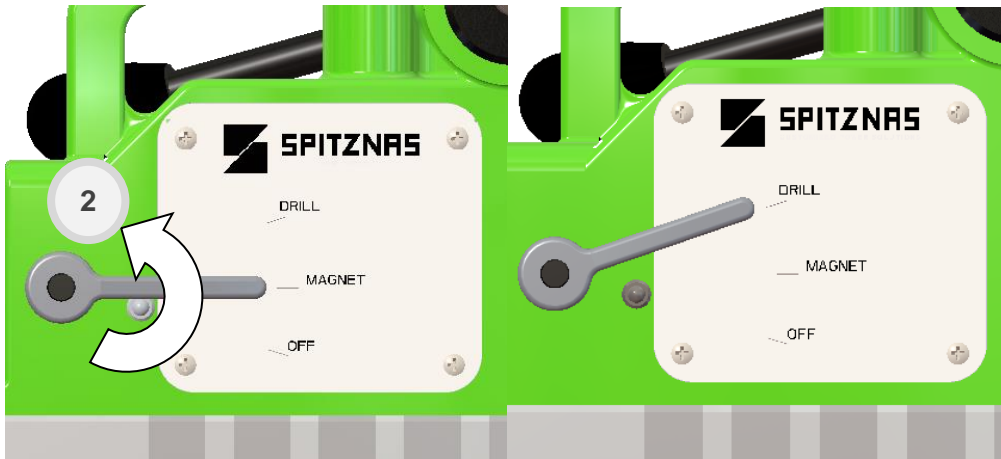

Fig. 5
4. Zet de schakelhendel 2 in de stand "Boren" om de motor in te schakelen (zie fig. 5). De motor draait pas als de magneet wordt ingeschakeld.